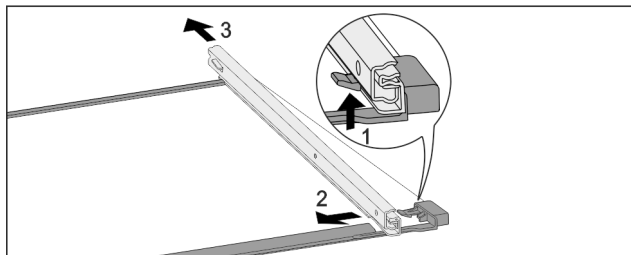

Fig. 172 Skleněná deska s kolejničkami
- ▶ Přední aretační háček zatlačte nahoru. Fig. 172 (1)
- ▶ Výsuvnou kolejničku vysuňte stranou Fig. 172 (2) a dozadu Fig. 172 (3).